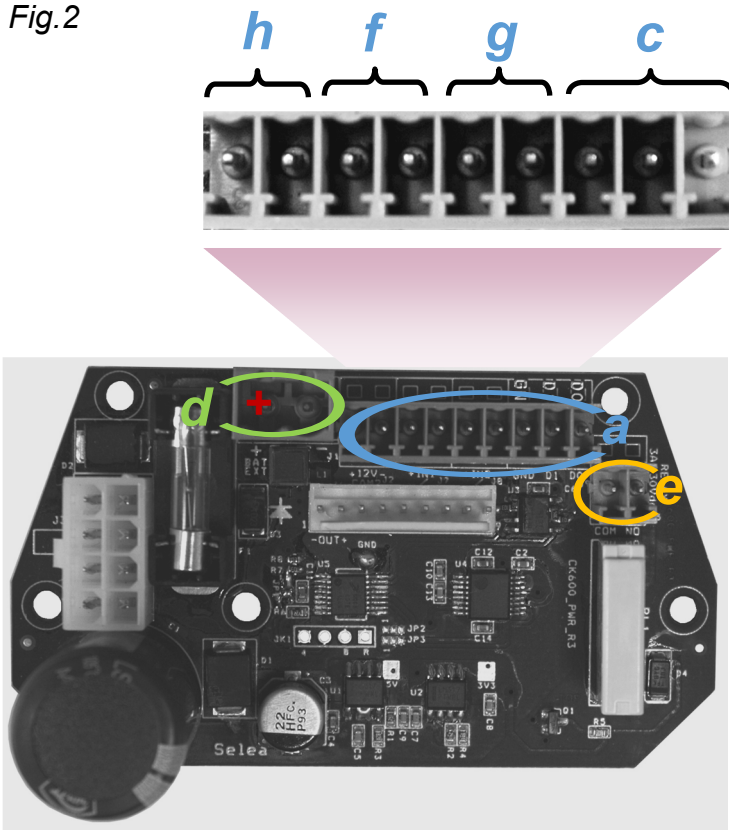

Fig. 1
- 2) Svitare leggermente le quattro viti che tengono la slitta metallica su cui è fissata la telecamera e arretrarla di circa mezzo centimetro (fig.1-a): questa manovra renderà più agevole muovere la vitina di regolazione in testa all'ottica.